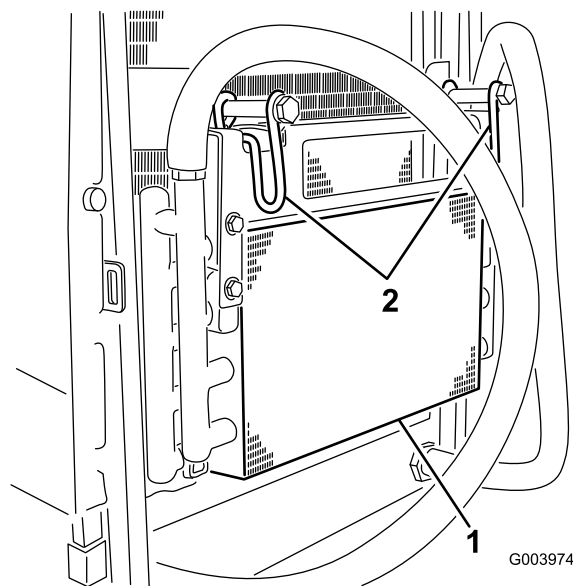

Figura 94
7. Gire los 2 cierres del enfriador de aceite hacia dentro e incline el enfriador de aceite (Figura 94).